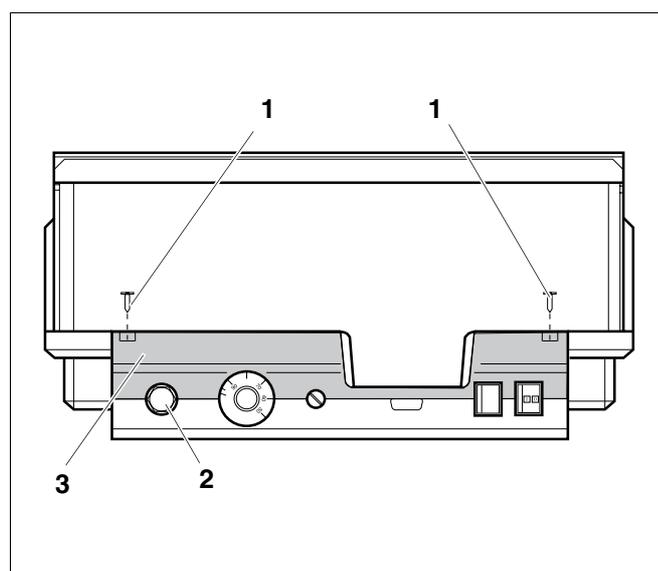

Fig. 2 Appareil de régulation Logamatic 4...
- Pour régler les températures souhaitées, le limiteur de température de sécurité (STB) (fig. 2, **pos. 2**) doit être retiré du boîtier.
- Pour démonter le limiteur de température de sécurité, il faut dévisser les deux vis (fig. 2, **pos. 1**).
- Retirer le couvercle (fig. 2, **pos. 3**).
- Dévisser le capuchon (fig. 2, **pos. 2**).